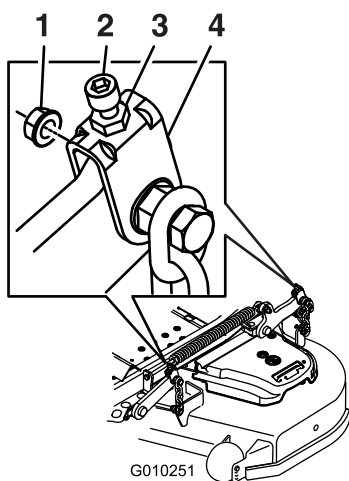

Figure 88
11. Pour les tabliers de coupe montrés à la Figure 88, ajustez précisément le serrage de l'écrou de réglage sur l'ensemble de relevage du tablier avant (Figure 88).
17. Ajustez précisément la vis de réglage en la tournant jusqu'à obtention d'une hauteur de 8,3 mm (3¼ po) (Figure 88).